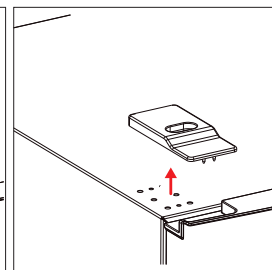

Fig. 7
- ▶ Retirez le cache-vis en le soulevant (fig. 7) et déplacez-le du côté opposé pour le placer sur les trous désormais disponibles. Veillez à ce que les deux ergots de verrouillage du cache-vis soient situés à l'avant et bien fixés dans les trous avant.